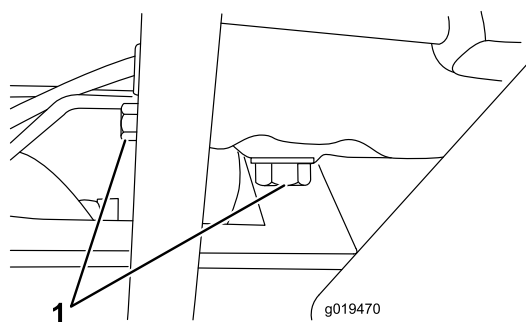

図 54
1. ドレンプラグ（図 54）を外してオイルを容器に受ける。オイルが抜けたらドレンプラグを取り付ける。